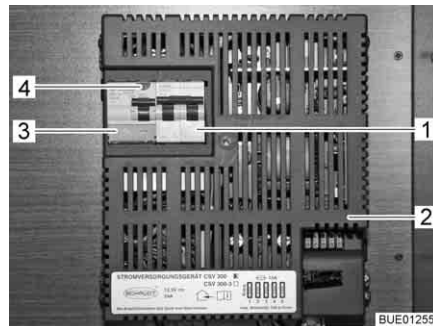

Fig. 126 Disjoncteur automatique de 230 V et disjoncteur FI (CSV 300)
Un disjoncteur différentiel (disjoncteur FI) (Fig. 126,3) dans l'appareil d'alimentation électrique CSV 300 (Fig. 126,2) protège tout le véhicule contre le courant différentiel (0,03 A).
Le réseau de bord de 230 V est protégé par un disjoncteur automatique bipolaire (Fig. 126,1) monté en aval dans l'appareil d'alimentation.
- Lorsque le véhicule est raccordé à l'alimentation 230 V, appuyer sur la touche de contrôle (Fig. 126,4). Le disjoncteur différentiel (disjoncteur FI) doit se déclencher.